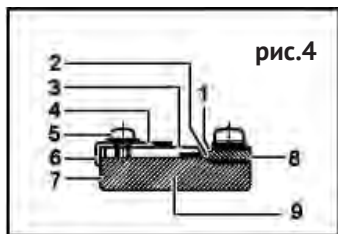

рис.4
Калибровка – регулировка установки ножа, чтобы его режущая кромка находилась в одной плоскости с нерегулируемой подошвой (см. рис.4):
- совместив крепёжные отверстия регулировочной пластины (рис.4 поз.4) и ножа (рис.4 поз.3), наживить винты (рис.4 поз.5) не закручивая окончательно;
- установить соединённые пластину и нож на верхнюю часть основания (рис.4 поз.9) калибровочного устройства, как показано на рис.4;
- прижать внутреннюю плоскость бортика (рис.4 поз.6) к задней плоскости
(рис.4 поз.7) основания калибровочного устройства;
- сдвинуть плоскость ножа до соединения по всей длине с передней частью калибровочной пластины (рис.4 поз.1);
- закрутить винты (рис.4 поз.5) до плотного соединения регулировочной пластины с ножом;